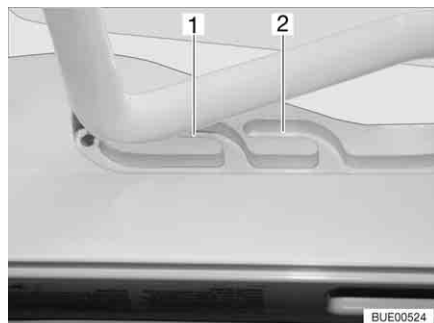
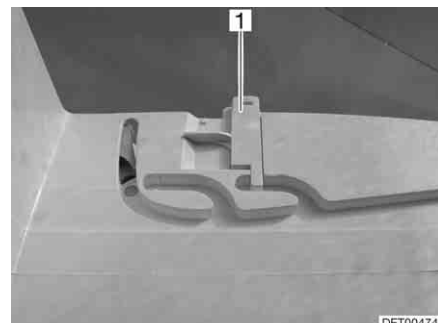

Bild 91 Heki-Dachhaube in Lüftungsstellung
Bild 92 Verriegelung Lüftungsstellung
Die Heki-Dachhaube kann in zwei Lüftungsstellungen gebracht werden: Schlechtwetterstellung (Bild 91,1) und Mittelstellung (Bild 91,2). Je nach Modell kann die Dachhaube in der Mittelstellung mit den beiden Riegeln (Bild 92,1) links und rechts am Rahmen der Dachhaube verriegelt werden.
- Den Bügel leicht nach oben drücken und in die gewählte Führung (Bild 91,1 oder 2) schieben und ggf. verriegeln.